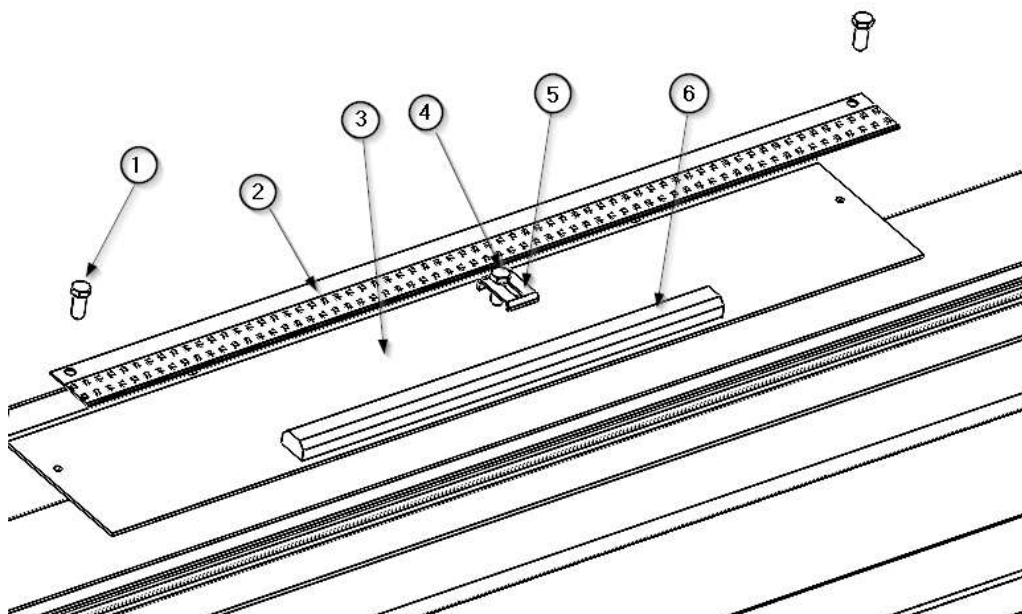

Fig.5 Vervanging van indirecte verlichting
- Verwijder met behulp van een plat gereedschap de polycarbonaat diffuser ①. Let erop dat u de buitenkappen van het apparaat niet beschadigt. De LED-strips ③, de drivers ⑦ en de aansluitstrip zijn nu zichtbaar.
- Koppel de voeding van de controller ⑦ los van de aansluitstrip.
- Draai de 2 zeskantbouten M4 x 10 ② DIN 933 los, waardoor de LED-strip ③ vrijkomt en de snelkoppeling zichtbaar wordt. Zie afbeelding 5.